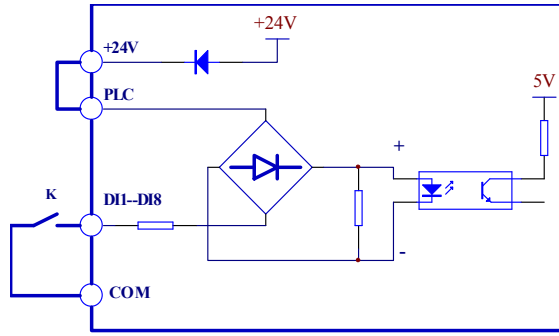

图 1-2 使用内部24V电源的连线方式
- 1) 用驱动器内部的24V电源，接线方式如图1-2（注意：PLC与24V端子间的连接线应可靠连接）。